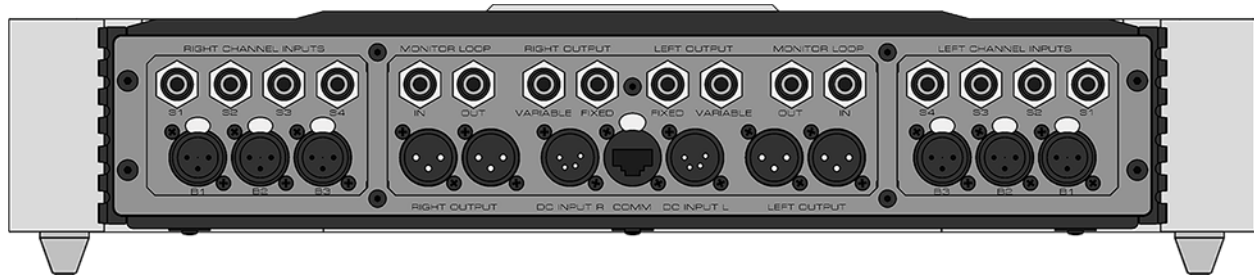

Figure 3: Panneau Arrière du préamplificateur MOON 850P
Le panneau arrière du **Préamplificateur MOON 850P** est semblable à la Figure 3. Il y a deux rangées de connecteurs d'entrées et de sorties. La rangée supérieure contient toutes les paires symétriques (RCA) d'entrées et de sorties et la rangée inférieure, les entrées et sorties de type balancées (XLR). Résultant du fait que ce préamplificateur est un véritable double mono, les prises d'entrées gauches sont regroupées sur un côté alors que les prises d'entrées droites sont localisées de l'autre côté. Il y a trois (3) paires d'entrées balancées (B1, B2, B3) et quatre (4) paires d'entrées symétriques RCA (S1, S2, S3, S4).